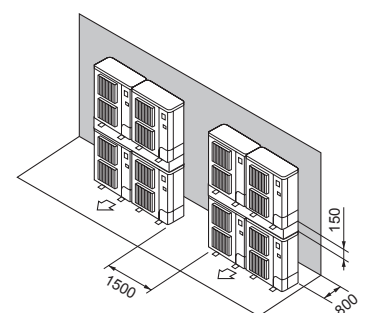

Fig. 2-19
- ⑦ Opstelling met boven elkaar geplaatste apparaten (Fig. 2-19)